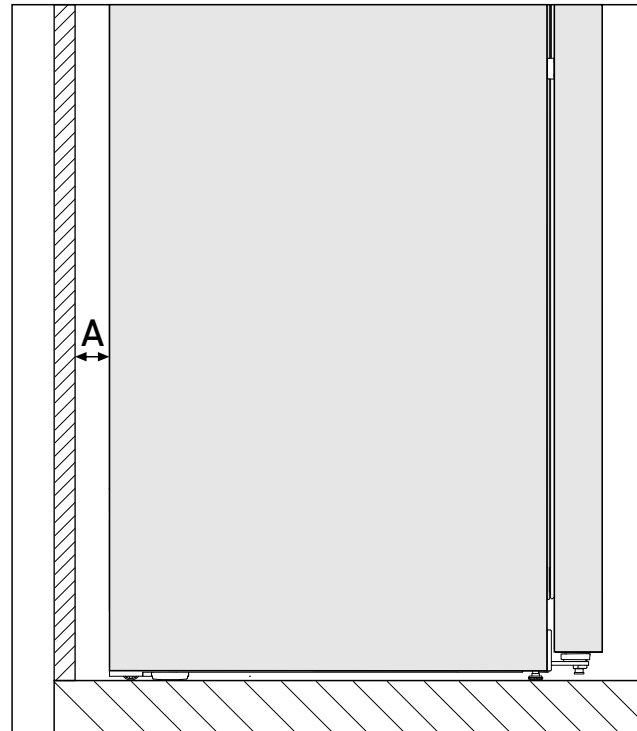

Fig. 3*
Zużycie energii określono na podstawie odstępu ściany Fig. 3 (A) pomiędzy tylną ścianą urządzenia a ścianą. Jeżeli odstęp ściany jest mniejszy niż Fig. 3 (A), nie ma to wpływu na sprawność urządzenia, jednak zużycie energii zwiększa się nieznacznie przy mniejszym odstępie od ściany.*